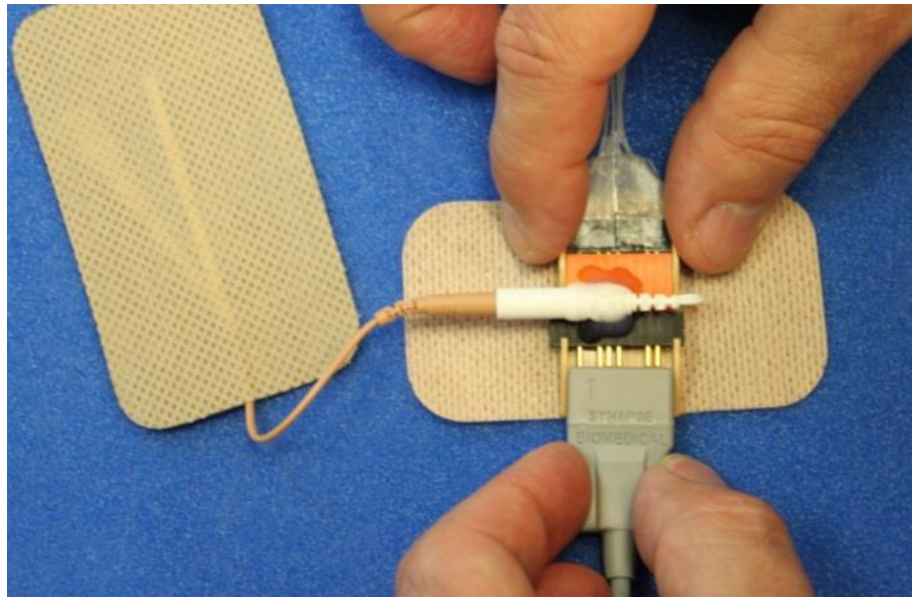

Figura 34
4. Retire la cinta plástica al respaldo del ánodo de superficie. Coloque el ánodo de superficie sobre el paciente cerca del soporte del conector de los electrodos. Conecte el cable del paciente al conector de respaldo (Figura 34).